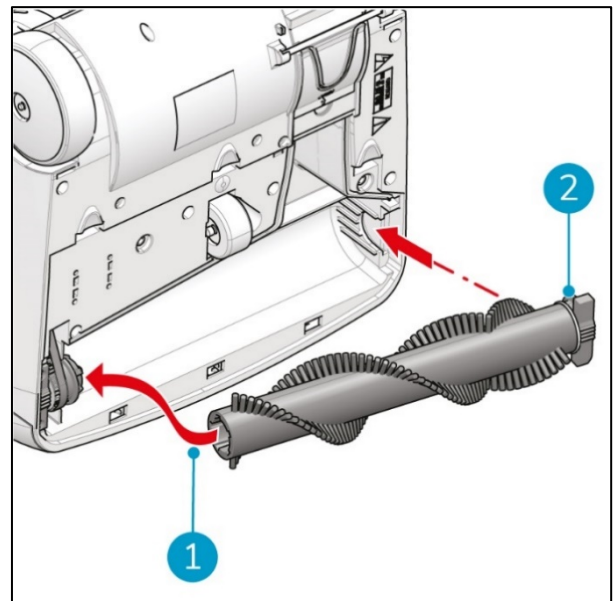

Figura 27
6. Coloca el cepillo giratorio nuevo, primero por el lado de la correa de transmisión (Figura 27, pos. 1). Asegúrate de que las ranuras del cepillo están alineadas con las levas de la rueda motriz.
7. Introduce el otro lado (Figura 27, pos. 2). Cuando hace clic está bloqueado.